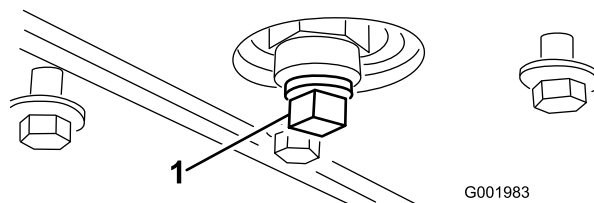

Bild 49
- Nehmen Sie die Ablassschraube ab (Bild 49).